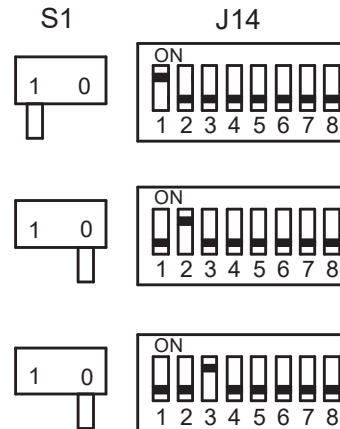

Abbildung 15 - Positionen der (DIP-)Schalter S1 und J14 der ersten drei zu einem System zusammengefassten Luftheritzer
1. Stellen Sie die Schalter S1 und J14 der Steuereinheit (Abb. 15) wie folgt ein: